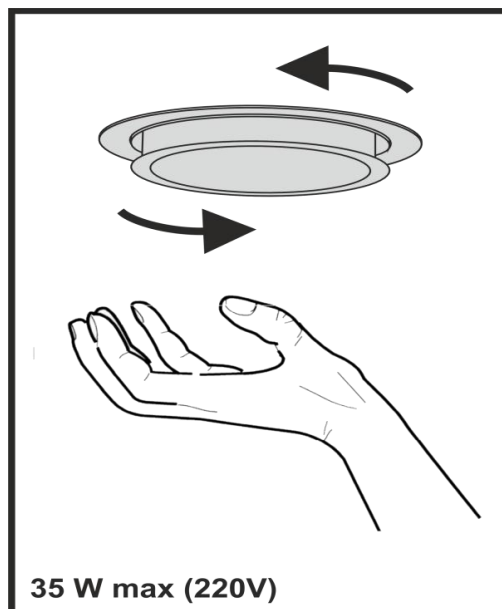

Рис.8
7.12 На вытяжке установлении галогенные лампы подсветки рабочей зоны плиты. Перед началом замены ламп освещения необходимо отключить вытяжку от электросети, дать возможность охолонуть лампам. Для замены лампы необходимо снять фильтры, отжать держателя патрона на себя, чтобы лампа вышла из корпуса вытяжки, удерживая держателя патрона, слегка надавить на лампу в направлении патрона и, повернув ее против часовой стрелки, вынуть (**рис.8**). Вместо нее необходимо установить новую с теми же характеристиками и установить фильтры.